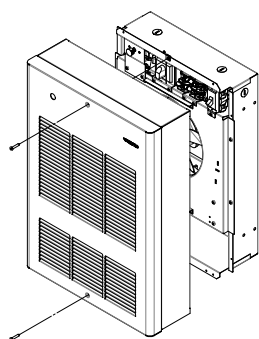

FIG. 8
2. Dévissez les deux (2) vis retenant la grille (voir la figure 8) afin de la retirer.
8. Revissez la grille à l'aide des deux (2) vis retirées précédemment (voir la figure 8).
2. Dévissez les deux (2) vis retenant la grille (voir la figure 8).